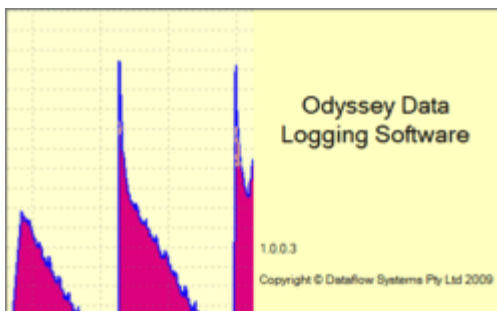

Figura 6. Programa ODYSSEY
5.1 Se inicia el programa ODYSSEY. Ver figura 6.